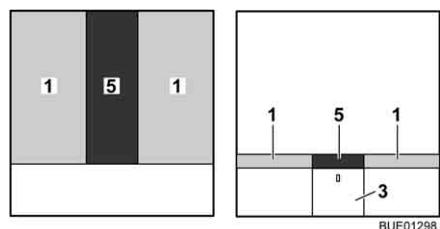

Fig. 117 Après la transformation
- Placer le coussin supplémentaire (Fig. 117,5) entre les matelas (Fig. 117,1).